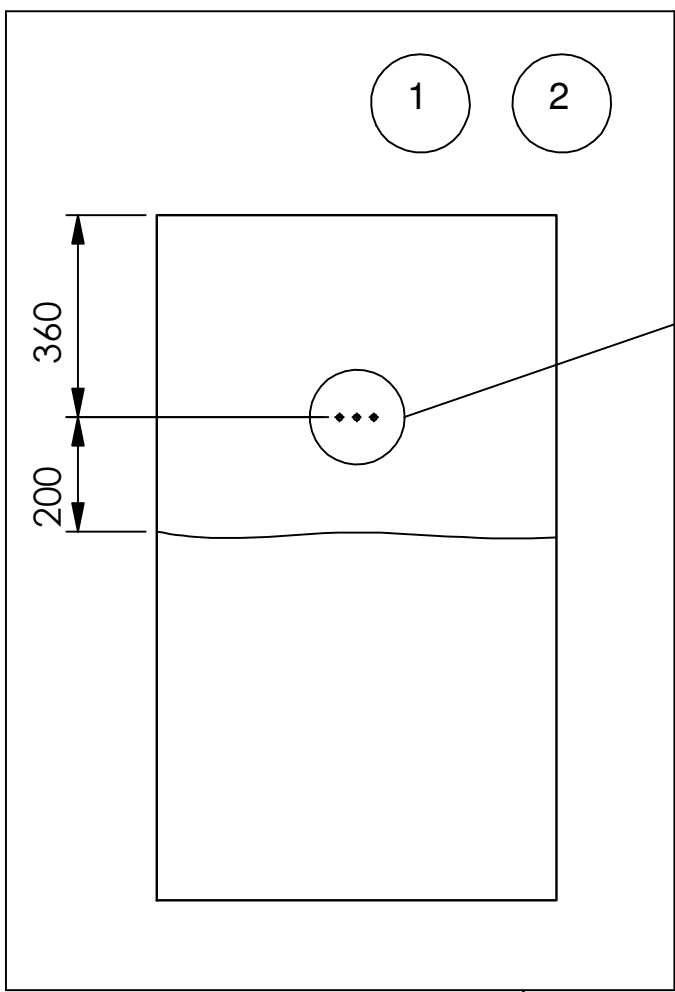

Рис.01
- 2.- To set the anchor, make  $\varnothing 10$  mm holes on the panel of the pool to the depth indicated in Fig.01 (use joint as a template).
- 2.- Practicar taladros de  $\varnothing 10$  mm en el panel de la piscina a la profundidad indicada en la Fig.01 para poder fijar el anclaje (utilizar junta como plantilla).
- 2.- Pratiquer des trous de  $\varnothing 10$  mm dans le panneau de la piscine à la profondeur indiquée sur la Fig.01 pour fixer l'ancrage (utiliser le joint comme modèle).
- 2.- Die  $\varnothing 10$  mm Löcher in die Schwimmbadplatte in der Tiefe von Fig.01 bohren, um die Verankerung fixieren zu können (die Formdichtung als Bohrlehre benutzen).